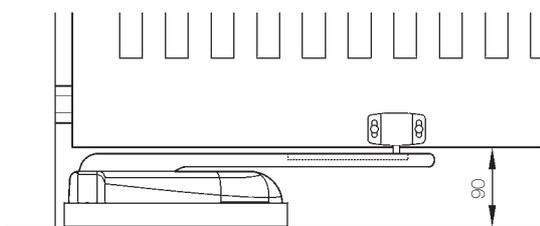
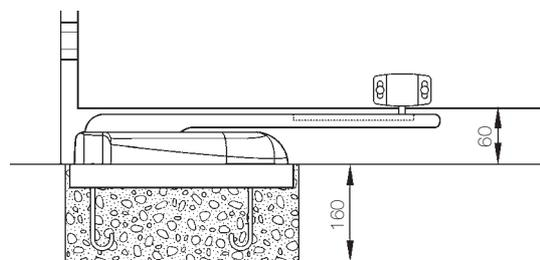

Figura 10
Figura 11
- Verificare i limiti di ingombro facendo riferimento alla Figura 10, Figura 11, Figura 12 e a seconda del tipo di installazione: con motoriduttore completamente interrato o con motoriduttore a livello.